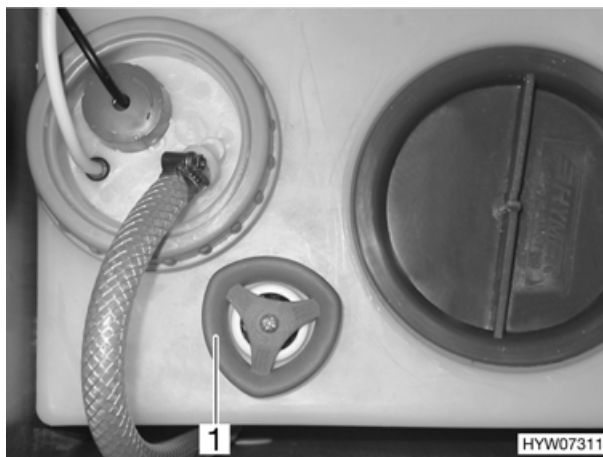

Fig. 73 Serbatoio dell'acqua, maniglia girevole
- Sul serbatoio dell'acqua ruotare la maniglia girevole (Fig. 73,1) in senso orario, per chiudere l'apertura di scarico.
- Girare la maniglia girevole (Fig. 73,1) sul serbatoio dell'acqua in senso antiorario.